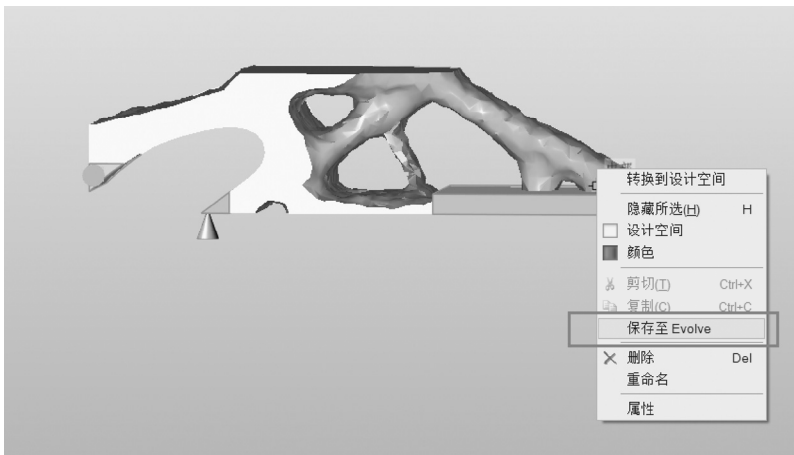

图 9-27 保存模型至 Evolve
1) 在 Inspire 中继续使用 9.2 节中保存的文件。框选所有对象, 单击鼠标右键, 在弹出的快捷菜单中选择“保存至 Evolve”选项, 如图 9-27 所示。